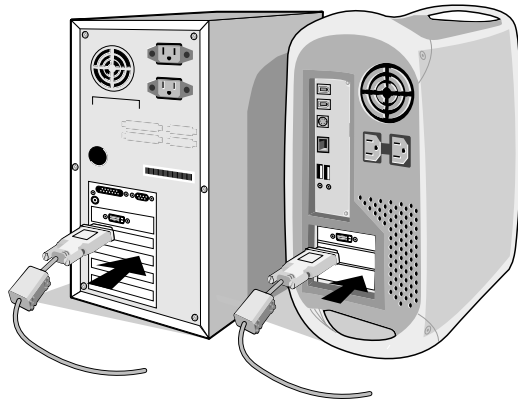

Figure A.1
2. **Pour un PC ou un Mac équipé d'une sortie numérique DVI :** Branchez le câble signal DVI au connecteur de la carte graphique de votre système (**Figure A.1**). Serrez toutes les vis.
Pour un PC équipé d'une sortie analogique : Branchez le mini-connecteur D-SUB vers D-SUB à 15 broches du câble vidéo sur le connecteur de la carte vidéo de votre ordinateur (**Figure A.1**).